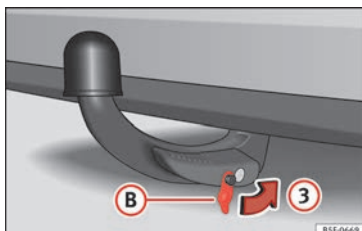

Abb. 225 Abdeckkappe auf das Schloss setzen
- Setzen Sie die Abdeckung **(B)** in Pfeilrichtung **(3)** auf das Schloss » **Abb. 225** » **1**.